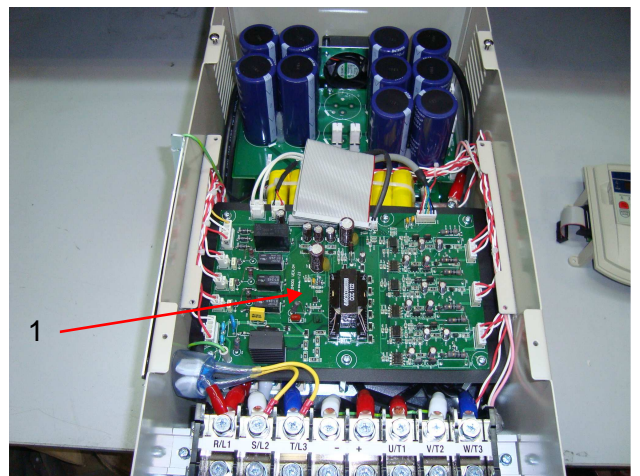
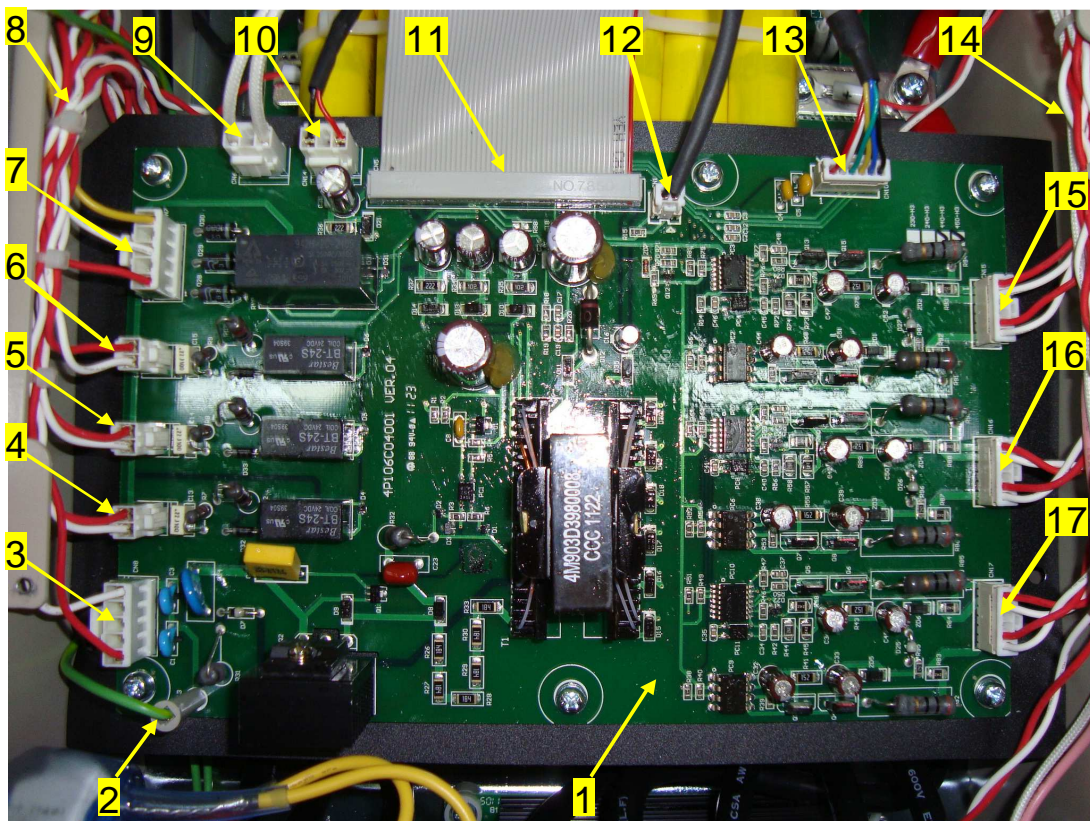

Рисунок 6.13 – Вид ПЧ со снятой панелью пульта:
Рисунок 6.14 – Плата драйверов :
6.6.1. Отсоединить на плате драйверов (рисунок 6.13) разъемы всех жгутов, кабелей и заземляющего провода (рисунок 6.14).